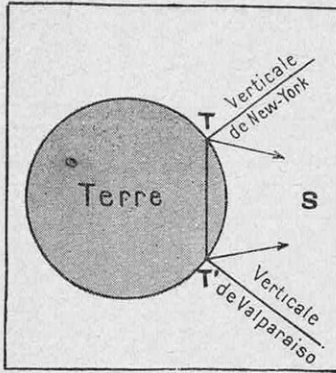

FIG. 5. — COMMENT ON PEUT MESURER LA DISTANCE DE LA TERRE AU SOLEIL
Il convient tout d'abord de rappeler en quelques mots comment il est possible de déterminer la distance de la Terre au Soleil. On choisit deux endroits différents sur la Terre : par exemple, New York et Valparaiso ; puis, au même instant, deux observateurs visent le même point *S* de la surface solaire ; les directions de la visée sont indiquées par des flèches sur la figure 5. On peut alors connaître tous les éléments du triangle *TST'*, puisqu'on sait évaluer la distance rectiligne de New York à Valparaiso (7 300 km) et que les deux visées donnent les angles de la base de ce triangle ; c'est ainsi que l'on trouve que la distance de la Terre au Soleil vaut, en moyenne, 23 440 rayons terrestres, soit 149 500 000 km ; la lumière met un peu plus de huit minutes pour nous arriver du Soleil.
(2) C'est en réalité une méthode directe en deux temps (fig. 5 et 6).
(3) Il y a 60 secondes dans un angle de 1 minute, 60 minutes dans un angle de 1 degré, 90 degrés dans un angle droit.